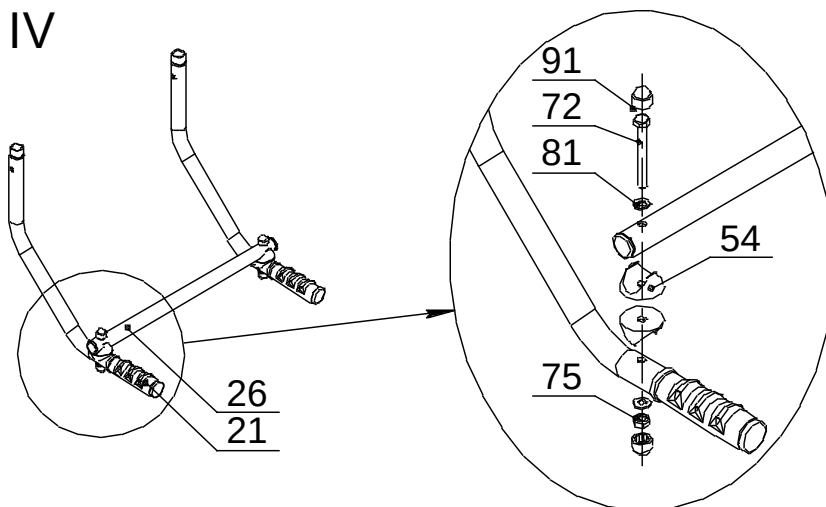

Рис.3
- II- Для комплекса ДСКМ-2-8.ХХ.Г5.410.01-УУ собрать турник (рис.3).